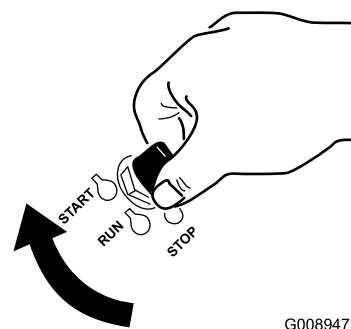

Figure 20
6. Tournez la clé de contact à la position de démarrage (Start) (Figure 20). Relâchez la clé quand le moteur démarre.